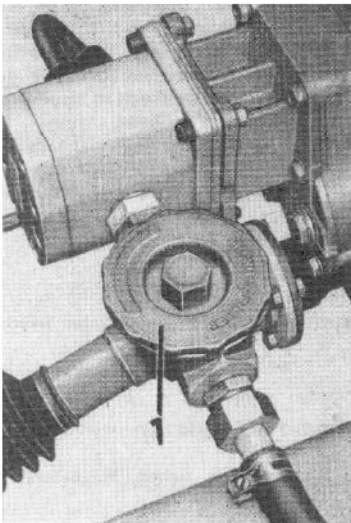

Bild 79
1. Nach 50 Betriebsstunden ist der Mikro-S-Filter (Bild 79/1) wie folgt zu säubern: